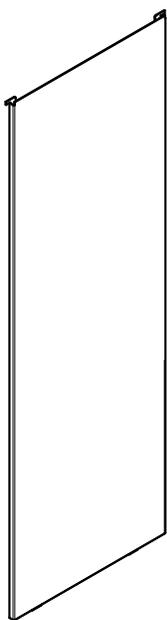
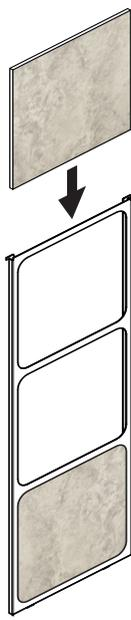

Figure 17.1
Figure 17.2
Votre appareil est expédié avec deux options de côtés, l'une est un panneau latéral complet (**Figure 17.1**) et un panneau latéral à tuiles (**Figure 17.2**). Il y en a deux chacun et il n'y a aucun côté droit ou gauche, ceux-ci pouvant donc être changés à tout moment.
2. Empilez les tuiles incombustibles dans le cadre, comme il est indiqué à la **figure 17.2**.